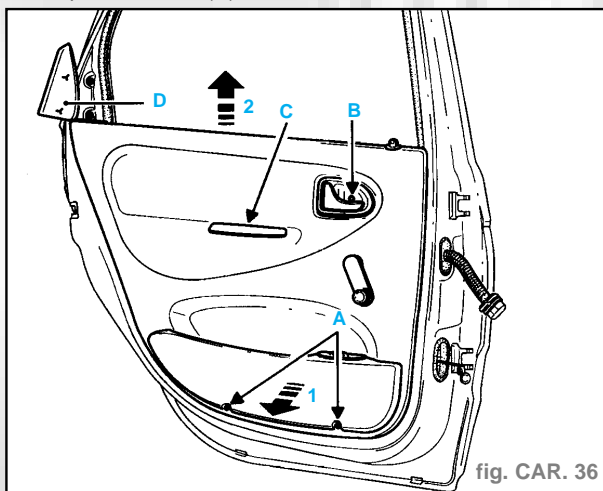

fig. CAR. 36
- Déposer (fig. CAR. 36) :
- les deux vis de fixation (A) du bac de bas de porte,
- la poignée d'ouverture de porte (B),
- la vis de fixation (C) et son cache de la poignée de fermeture de porte (pour enlever le cache, coller sur celui-ci un cordon de mastic préformé et tirer sur le cordon pour retirer le cache sans l'altérer).
- Déclipser le cache (D).